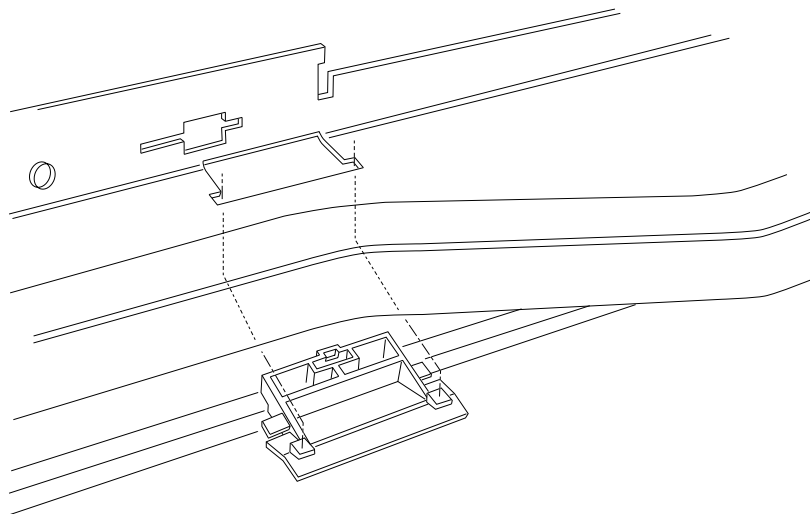

図 66 : インク漏れ検知
- 6 図66を参照して、インク漏れ検知のクリップをゆるめてプリンタから取り外します。